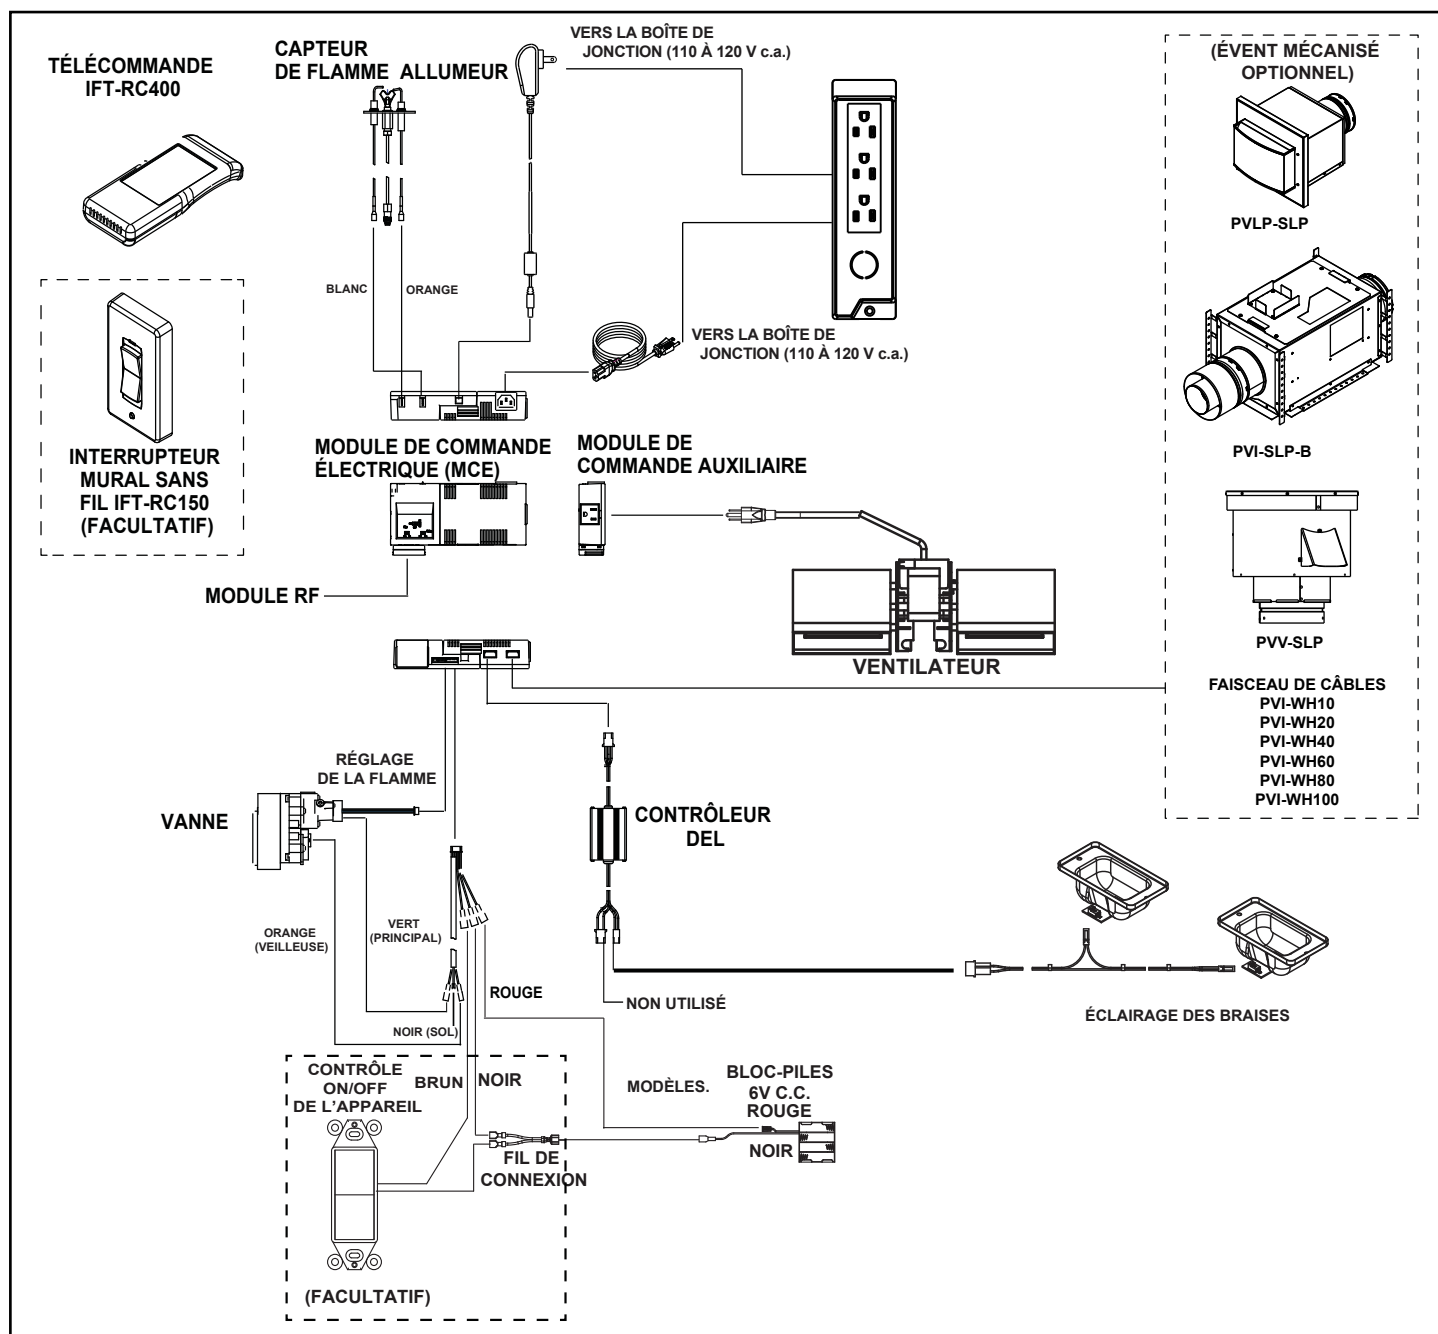

Figure 8.3 Schéma de câblage d'IntelliFire Touch
- Consultez la Figure 8.3, Schéma de câblage d'IntelliFire Touch (IPI).